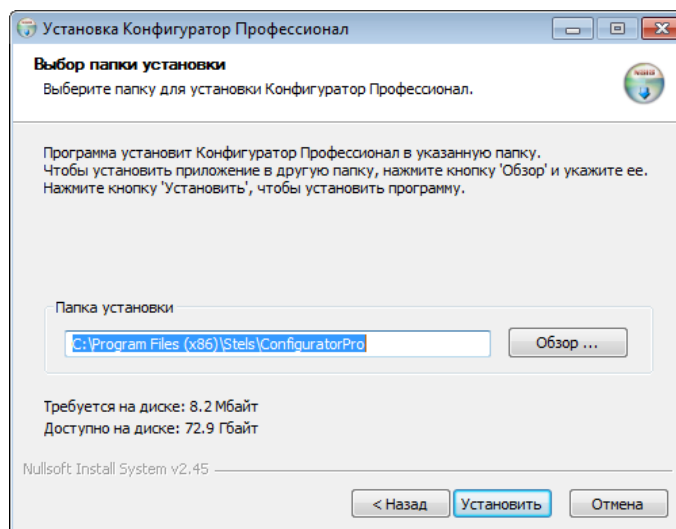

Рис. 4.2. Выбор папки установки
5. В следующем окне укажите папку установки и нажмите кнопку **Установить** (Рис. 4.2).